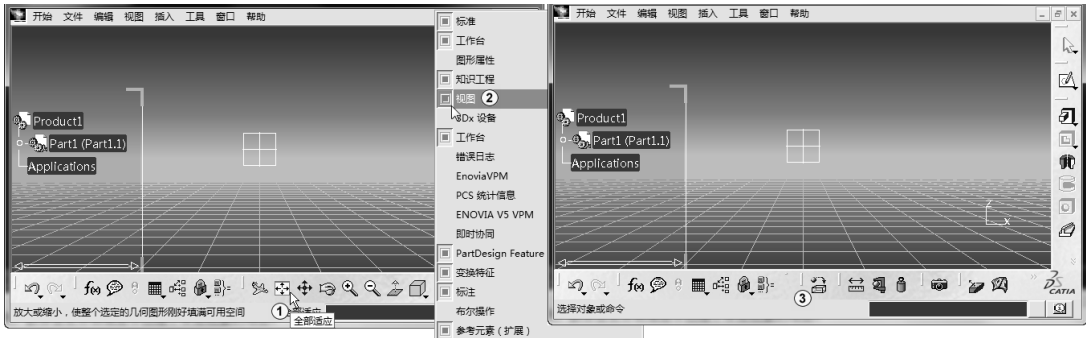

图 1-5 工具栏
在屏幕最下方或最左方的工具栏区域中的任何一个位置右击（如图 1-5 中①所示），弹出工具栏，其中列出了对应当前模块的所有子工具栏名称。单击“视图”按钮（如图 1-5 中②所示），关闭其工具栏（如图 1-5 中③所示）。重复上述操作，可再次显示其工具栏。已经显示的工具栏，可以单击其右上角的“关闭”按钮  直接关闭。